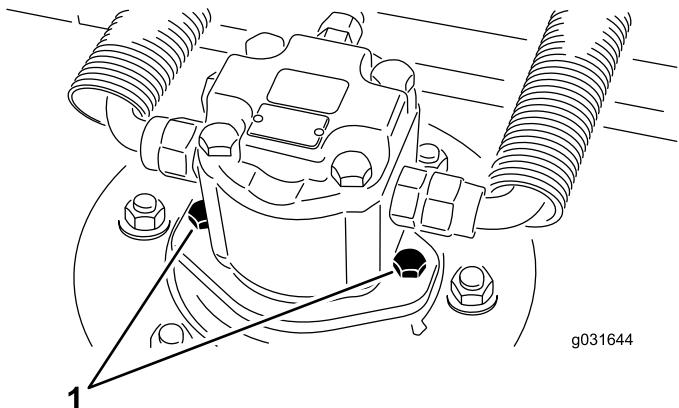

Рисунок 69
- Выверните крепежные винты гидромотора, отсоедините и снимите гидромотор с режущего блока (Рисунок 69).
- Установите гидромотор на режущий блок при помощи крепежных винтов гидромотора (Рисунок 69).